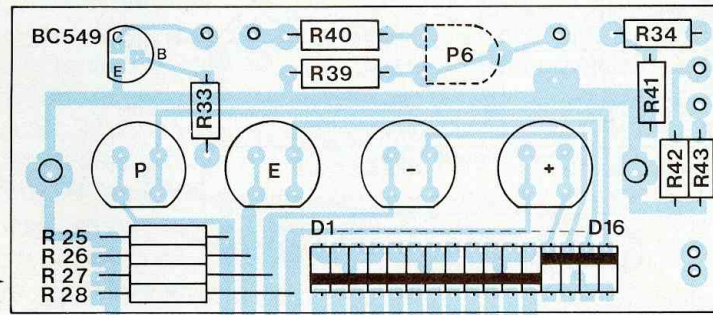

Fig. 20 : Composants du C.I. clavier.
• CI DE CLAVIER – voir Fig. 20.